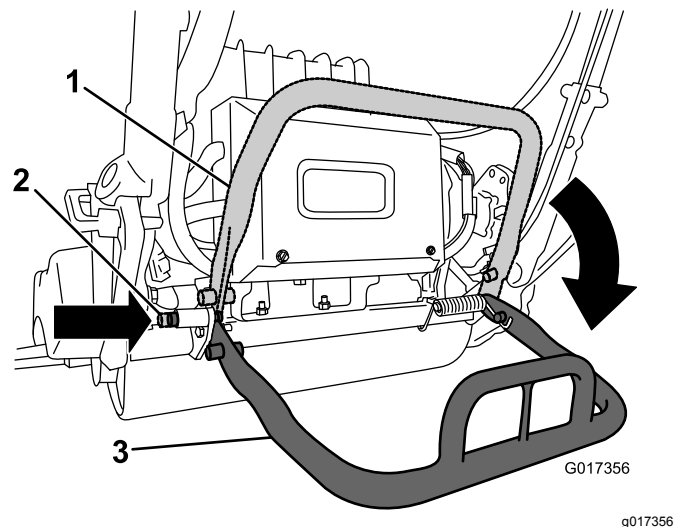

Bild 28
- Wenn Sie den Ständer zum Entfernen der Spindel verwenden, senken Sie ihn ab und drücken den Arretierstift ein, um den Ständer in der Wartungsstellung zu arretieren (Bild 28).